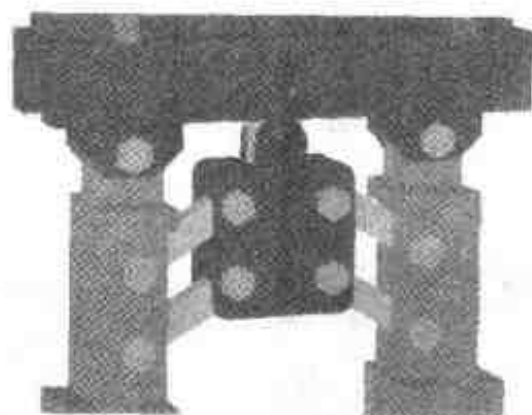

图 5.73 滑板的动画
- (4) 单击【打开】按钮进入动画状态，单击【播放】按钮观察动画效果，结果如图 5.73 所示。